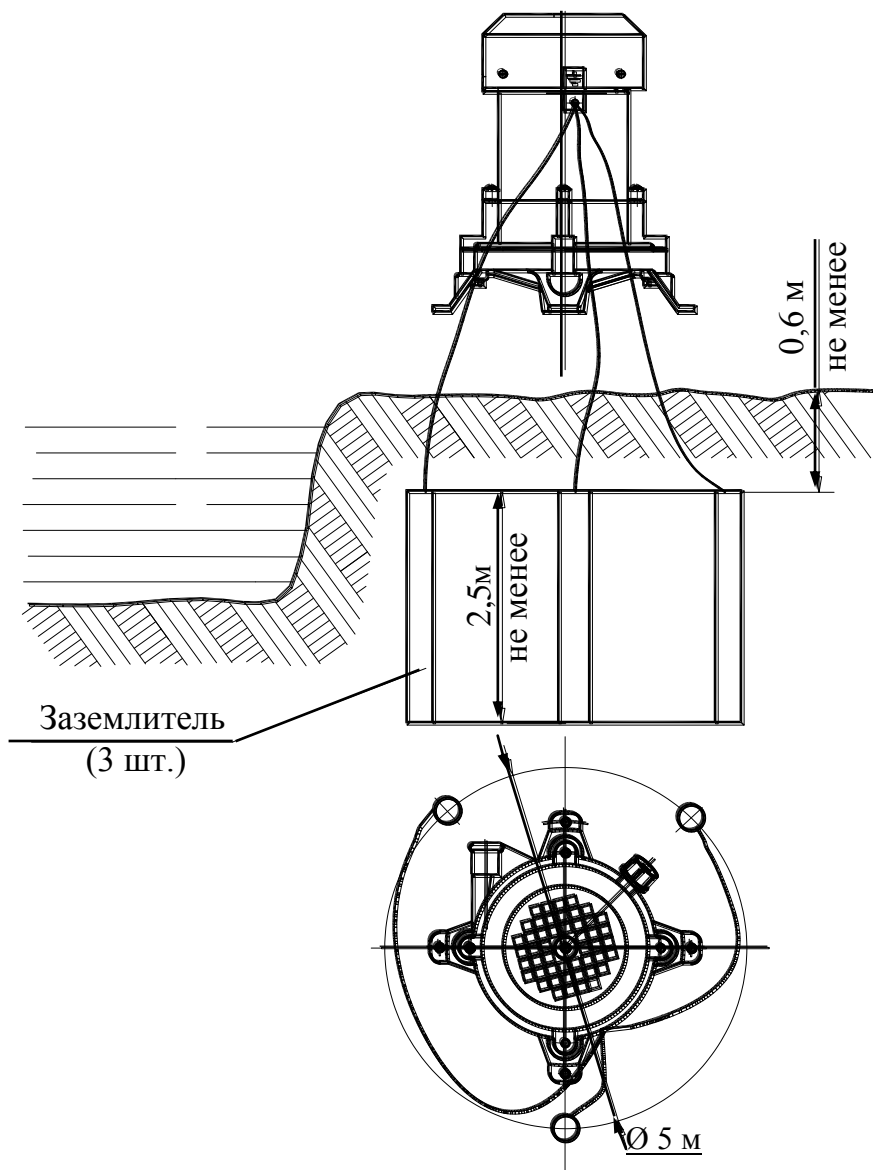

Рис. 8
- вертикально забитые в землю стальные трубы или стержни, рис. 8 (при применении труб толщина их стенок должна быть не менее 3,5 мм), а также стальные ленты, толщиной не менее 4 мм и площадью поперечного сечения 48 мм², или проволока диаметром 6 мм.